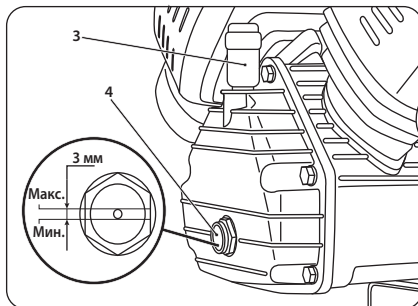

рис. 6
Снимите заглушку картера (3) и заправьте масло до максимального уровня (красная отметка) в смотровом окне (4) (Рис.6).